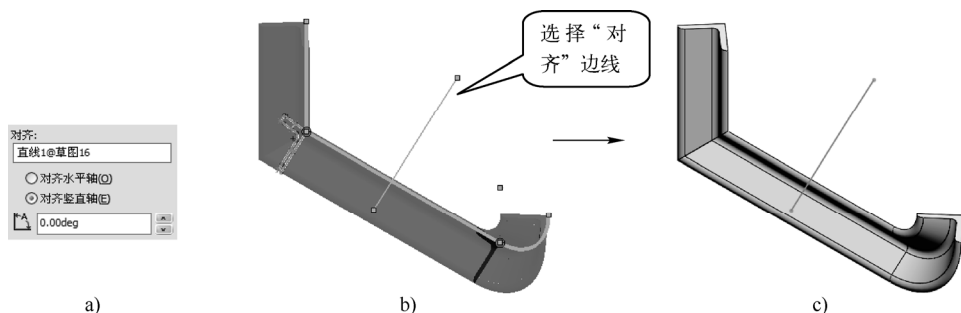

图 9-14 “对齐”选择列表框的作用
- “对齐”选择列表框：通过此列表框可令截面轮廓的水平轴或竖直轴与所选定的参考轴对齐，如图 9-14 所示（通过其下面的“旋转角度”文本框则可以具体定义轮廓与参考轴的夹角大小）。